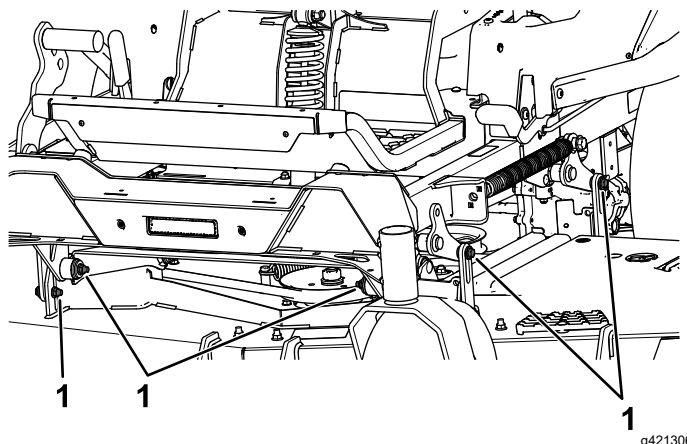

Figure 91
7. Enlevez et conservez les boulons et écrous de chaque côté de la machine (Figure 91).